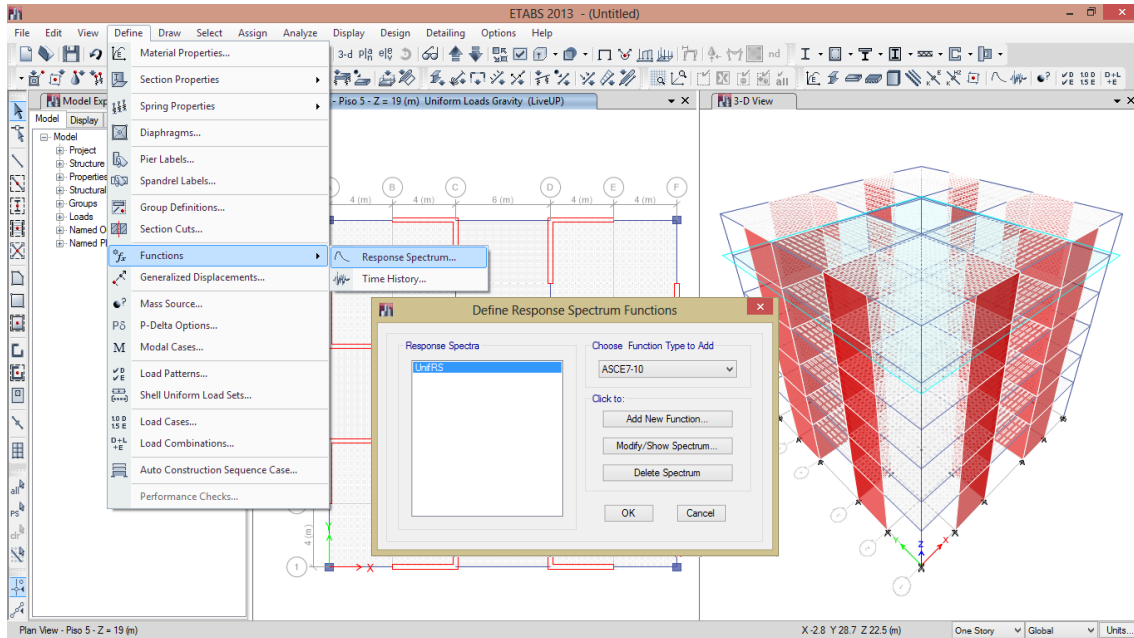

Figura 6-2. Ruta para importar el Espectro de Diseño.
- En el ETABS, seguir la ruta que se indica en la Figura 6-2, luego, en la ventana que se abre, donde dice ASCE7-10 desplegar y buscar la opción que dice "From File", así como en la Figura 6-3 para tener la opción de poder importar el espectro desde el archivo guardado anteriormente.